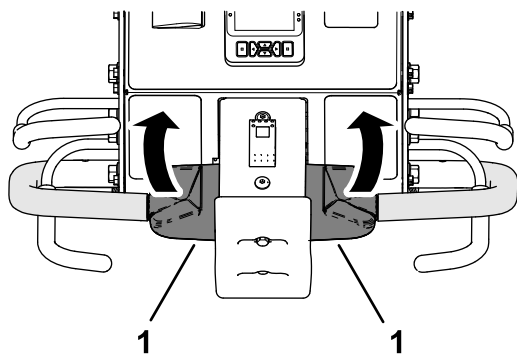

Figura 38
3. Sujetando la barra de control de presencia del operador y la barra de aireación, gire hacia atrás la parte superior del control de tracción (Figura 38).